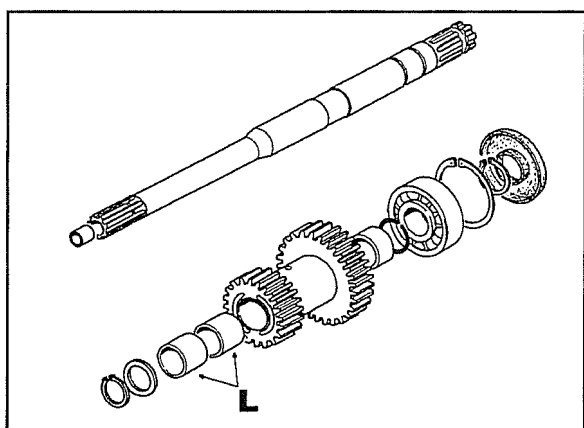

Fig. 5
La fig. 5 mostra l'insieme dei particolari della presa di forza sincronizzata.
5. Estrarre e sostituire le bronzine **L** fig. 5 dell'ingranaggio doppio.